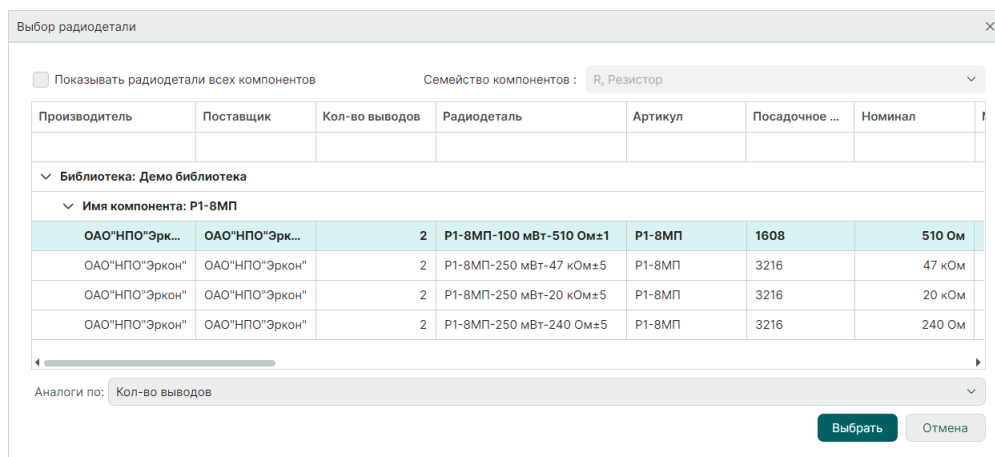

Рис. 105 Окно «Выбор радиодетали»
3. Выберите радиодеталь в окне «Выбор радиодетали», см. Рис. 105.